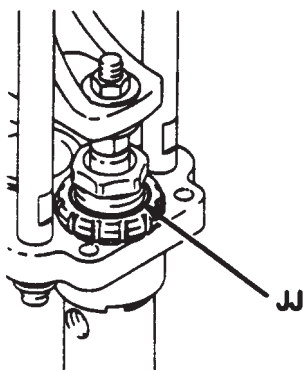

Abb. 13
Bei allen Dosierpumpen die Halspackungsmuttern (JJ) stets mit GRACO TSL-Flüssigkeit gefüllt halten, damit kein Material an den Kolbenstangen antrocknen und die Pumpenpackungen beschädigen kann. Siehe Abb. 13.